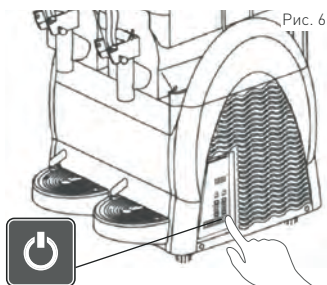

Рис. 6
- Затем нажмите , чтобы включить устройство. Нажмите и придержите  в течение трёх секунд, чтобы перейти в режим ОЖИДАНИЯ (STANDBY), если устройство используется в настоящее время. Смотри: Рис. 6.